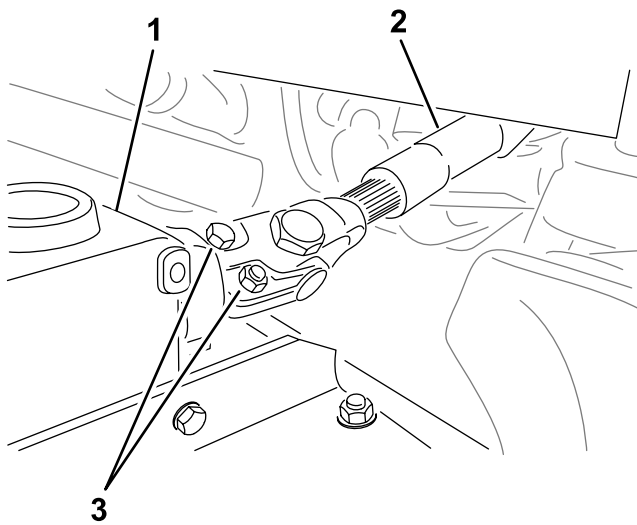

Bild 20
5. Entfernen Sie die Schrauben und Muttern von der Zapfwelle (Bild 20) und schieben Sie das Joch aus dem Getriebe.